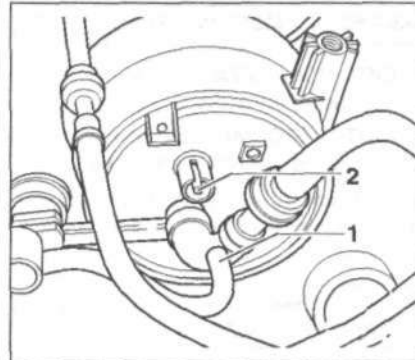

Рис. 3.31. Отсоедините вакуумную трубку регулятора давления топлива 1 от впускного переходника 2.
5. Отсоедините вакуумную трубку регулятора давления топлива 1 от впускного переходника 2 (рис. 3.31). Давление топлива должно увеличиться примерно до 3,0 бар. Выключите зажигание. Проверьте отсутствие утечек и давление удерживания, наблюдая за падением давления на манометре. После 10 минут оно должно составлять как минимум 2 бара.